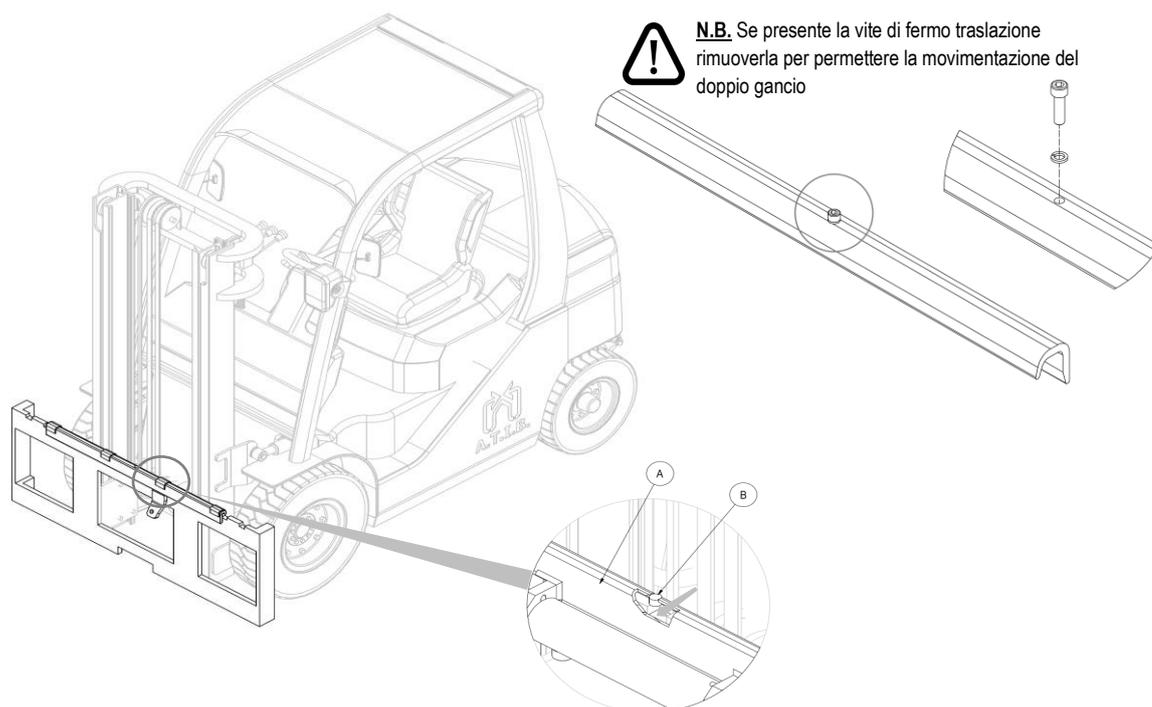

Figura 12
5. Prendere manualmente il doppio gancio **A** (con relative boccole di scorrimento) e posizionarlo sul profilo superiore della piastra porta forche, avendo cura di incastrare il perno di centraggio **B** nella tacca centrale della stessa (vedi *Figura 12*).